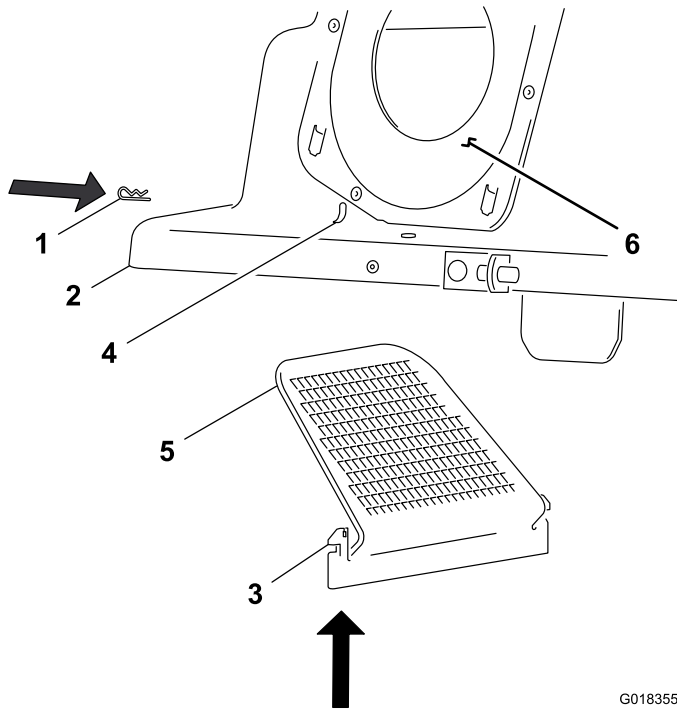

Figure 8
1. Repérez les fentes du déflecteur sur les parois latérales avant et arrière du couvercle du système de ramassage, et les pattes de montage sur le déflecteur de couvercle (Figure 8).
3. Alignez le déflecteur de sorte que la partie grillagée soit en haut et orientée vers la gauche (Figure 8).
4. Insérez le déflecteur dans le couvercle en passant par le bas (Figure 8).
5. Alignez les pattes de montage du déflecteur sur les fentes du couvercle, et poussez les pattes de montage vers le haut pour les engager dans les fentes (Figure 8).
2. Placez le couvercle de sorte que le joint d'étanchéité se trouve à votre gauche, comme montré à la Figure 8.